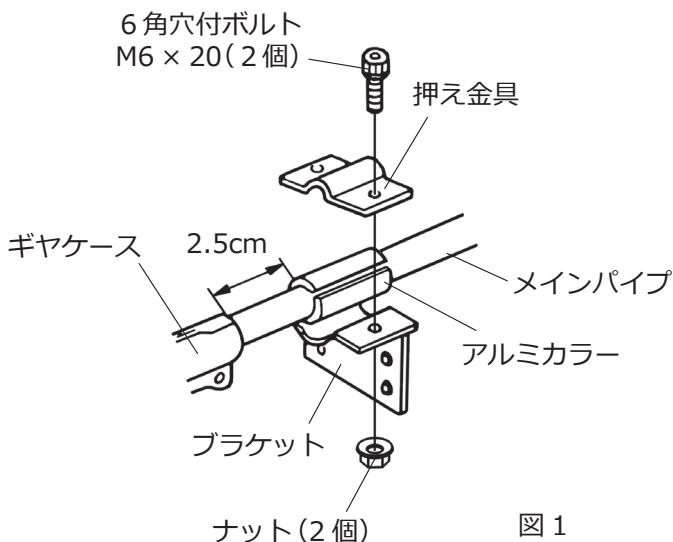

図 1
- ① パワーユニットに付属の 6 角棒スパナ (4 mm、5 mm) を用意してください。
- ② アルミカラーをギヤケース端面から 2.5cm の位置に差し込み、図 1 のように割りの部分が横 (水平) になるように巻き付けてください。
- ③ 押え金具とブラケットでアルミカラーを挟み、6 角穴付ボルト (M6 × 20) とナットを 6 角棒スパナ (5 mm) で締め付けて固定してください。(締め付けトルク 4.5 ~ 5.5N・m)